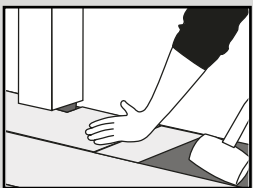

Abb. 6
7. Unter Türrahmen: Wenn die Diele/Fliese nicht angehoben werden kann, verwenden Sie ein angepasstes Schlagholz (oder Reststück) und den Hammer, um die Diele/Fliese flach auf dem Boden vorsichtig zusammenzufügen (Abb. 6).